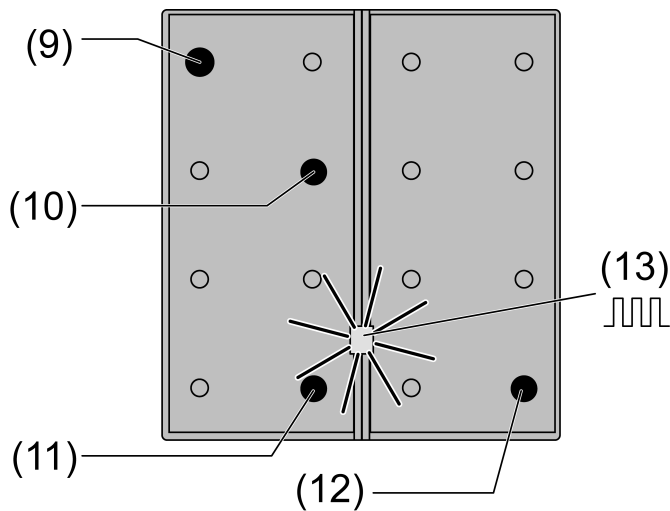

Figure 3: Activer le mode de programmation
- En fonction de la version de l'appareil (1 ... 4 voies), appuyer sur le bouton en haut à gauche et le bouton en bas à droite (voir figure 3) et les maintenir enfoncés.
- En fonction de la version de l'appareil (1 ... 4 voies), appuyer sur le bouton en haut à gauche et le bouton en bas à droite (voir figure 3) et les maintenir enfoncés pendant > 5 secondes, jusqu'à ce que la LED de fonctionnement clignote rapidement (env. 4 Hz).